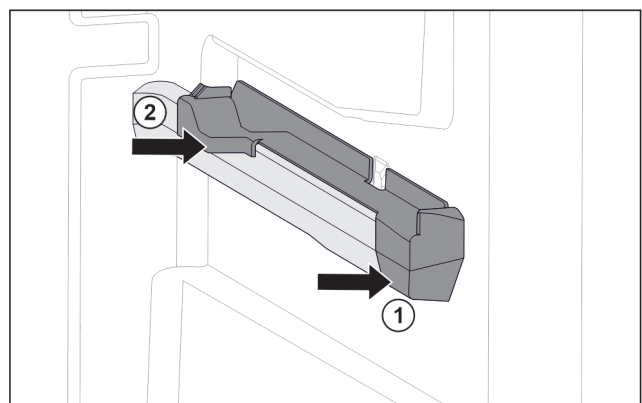

Fig. 19 Insteekelement op rechter containerrib
- ▶ Insteekelement voor tegen containerrib plaatsen. Fig. 19 (1)
► Insteekelement achter aandrukken. Fig. 19 (2)